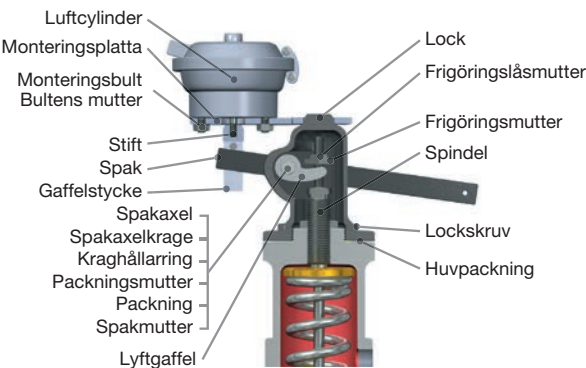

Bild 44: Luftdriven packad spak
Den luftdrivna lyftanordningen är konstruerad för att öppna ventilen helt med 75 % av inställt tryck under ventilskivan i enlighet med ASME avsnitt XIII (UV). För vissa applikationer kan luftdonet vara konstruerat för att öppna ventilen helt utan tryck vid ventilens inlopp. En luftdriven enhet kan manövreras från en avlägsen punkt och kan användas som en "drop out"-ventil. (En typisk design visas i bild 44 och kan köpas från Baker Hughes).